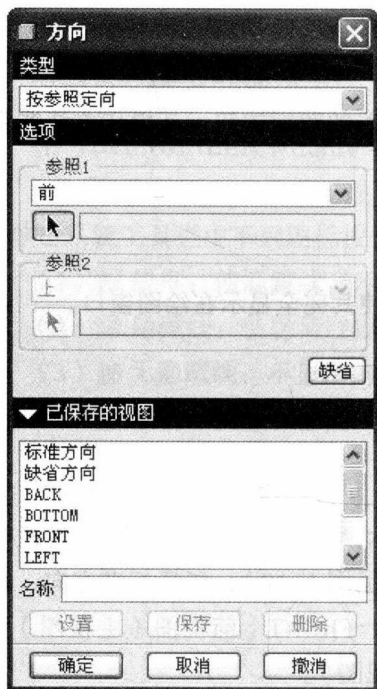

图 1-11 “方向”对话框
- (1) 单击系统工具栏中的  图标，弹出如图 1-11 所示的“方向”对话框。